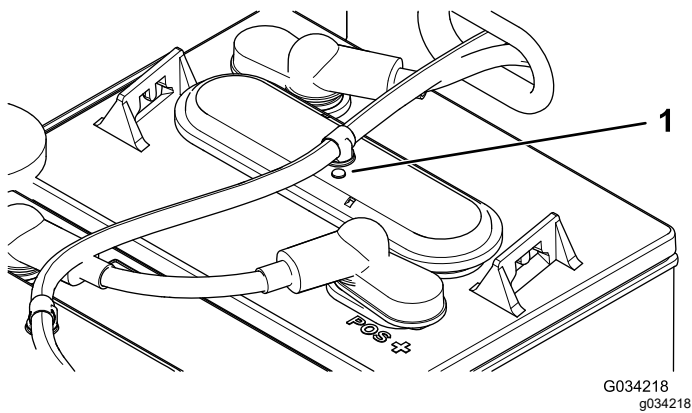

Figura 39
- Controllate gli occhielli su ciascuna delle batterie per vedere se sono neri o bianchi (Figura 39).